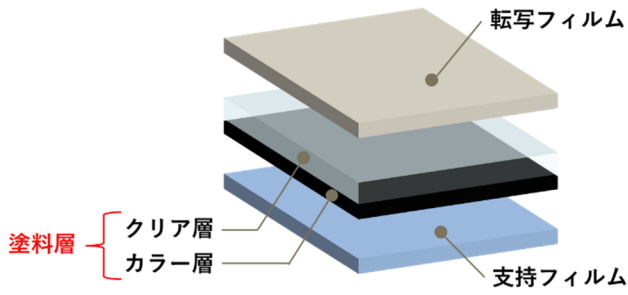

図1 塗料転写シートの基本構成
- ・当社独自技術で膜化した塗料(塗料層)を転写フィルムと支持フィルムで挟んだ構成(図1)